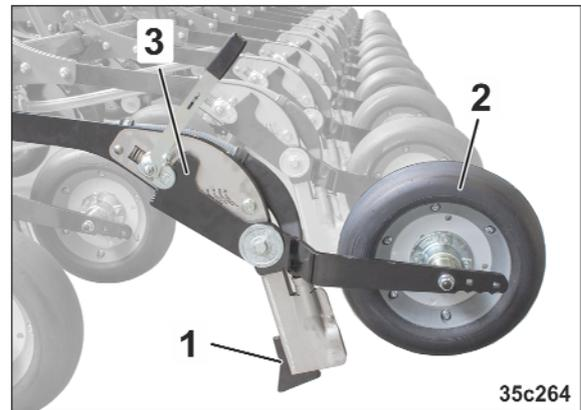

Fig. 80
Les socs ConTeC pro (Fig. 80/1), orientés vers l'avant, s'enfoncent dans le sol pour l'implantation de la semence. Ainsi, les socs ConTeC pro appuyés sur les roues de rappui tractés (Fig. 80/2) maintiennent constante la profondeur d'implantation réglable de la semence.
- forme un sillon (Fig. 80/1)
La roue de rappui tracté (Fig. 80/2)
- limite la profondeur d'implantation de semences réglée (Fig. 80/3)